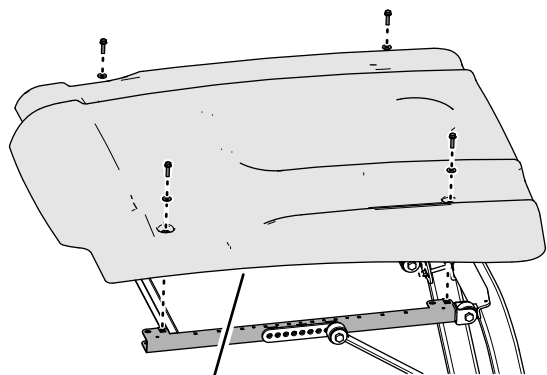
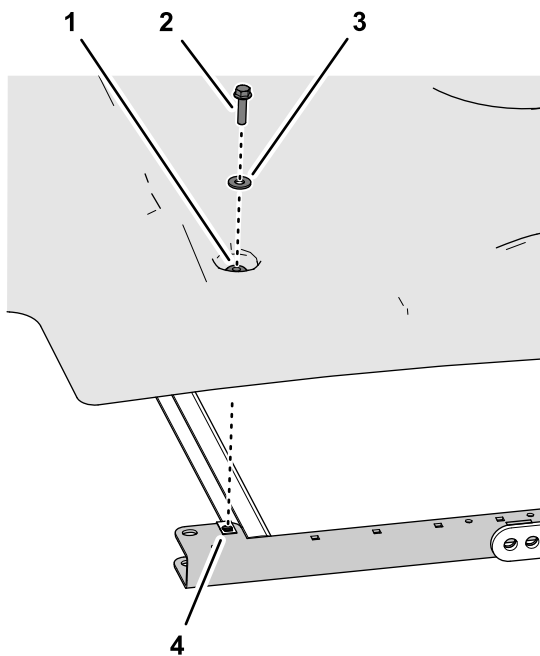

図 1
図 2
2. サンシェードを機体から外す 図 1。
1. サンシェードをサイドフレームチャンネルに固定しているフランジヘッドボルト5/16 x 1¼" 4本とワッシャ5/16"4枚を取り外す 図 1と図 2。
2. サンシェードをフレームチャンネルに取り付ける 図2外してあったフランジヘッドボルト5/16 x 1¼"4本とワッシャ5/16"4枚を使用する。